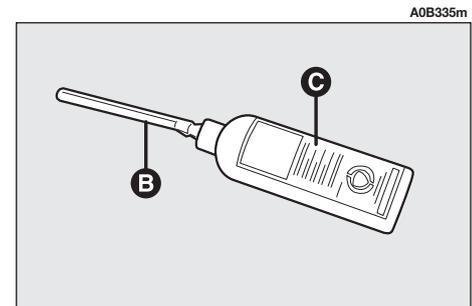

Abb. 14
**2)** Den Füllschlauch (**B, Abb. 14**) an die Flaschentülle (**C**) schrauben.